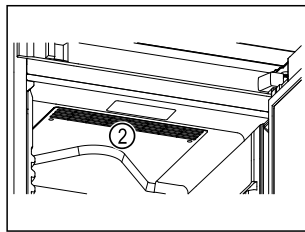

Fig. 60
- ❑ Udržiavajte voľné vetracie štrbiny Fig. 60 (2) cirkulačného ventilátora vo vnútornom priestore.